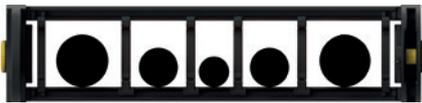

Abb. 4
4) Ordnen Sie die Leitungen/Schläuche symmetrisch nach Abmessung und Gewicht an, wobei Sie die größten und schwersten Leitungen/Schläuche außen und die kleineren und leichteren innen platzieren (Abb. 4)